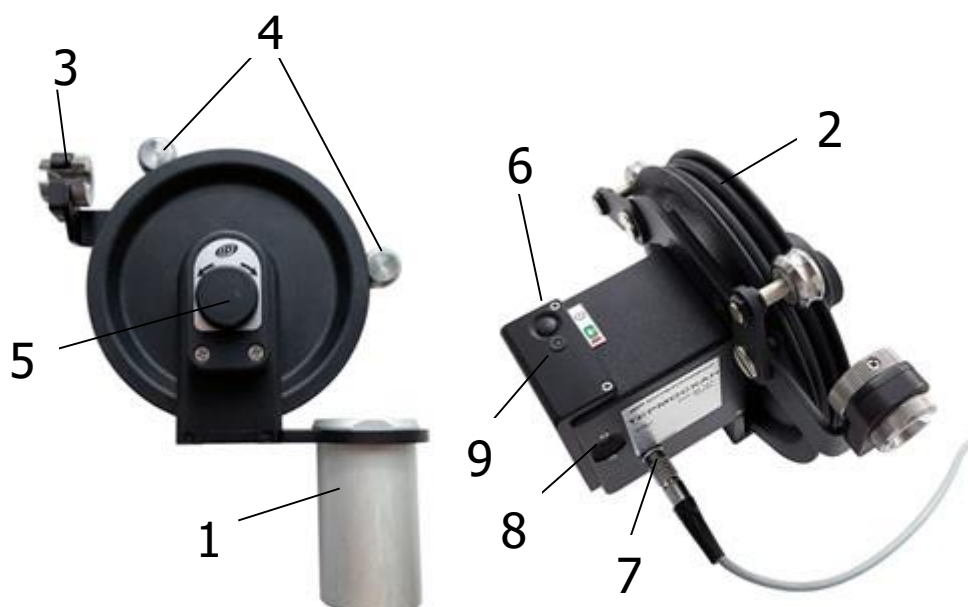

Рисунок 3 – Энкодер
В состав **энкодера** (рис. 3) входит алюминиевый кронштейн **1** фиксации в контрольном канале, шкив **2** с направляющей втулкой **3** для кабеля, два подпружиненных ролика **4**, фиксирующих кабель на шкиве, ручка переключения **5** направления вращения шкива, а также кнопка **6** включения блока управления, разъёмы подключения термозонда **7** и зарядного устройства **8**. Рядом с кнопкой включения **6** расположен двухцветный индикатор **9** режимов работы энкодера. В корпусе энкодера находится встроенный литиевый аккумулятор (извлечение и замена литиевого аккумулятора потребителем не допускается).
6.2.6 Проденьте конец кабеля от смотчика в энкодер (рис. 3) через кронштейн **1**. Закрепите кабель на шкиве **2** энкодера (рис. 3).
6.2.9 Включите энкодер (рис. 3) однократным нажатием на кнопку включения 6. При этом светодиод энкодера начнет однократно мигать (1 Гц) синим (или зеленым) цветом.